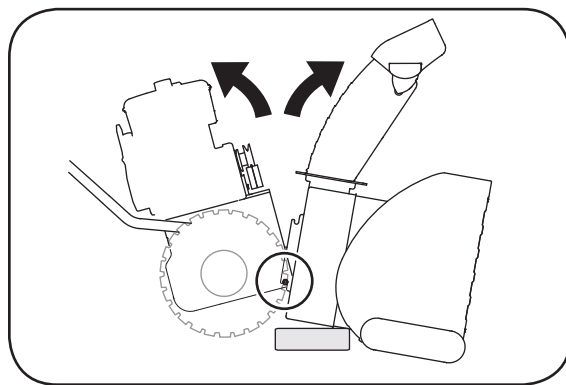

Figure 6-9
8. Placez une cale en bois sous l'habitacle de la tarière, comme à la Figure 6-9 et séparez l'habitacle de la tarière du châssis en faisant basculer l'habitacle vers l'avant et en tirant sur les poignées.